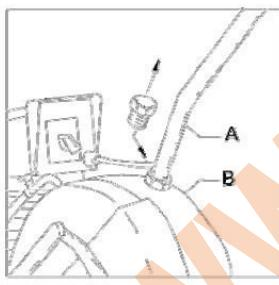

Рис. 4.01
- Снять пластиковую заглушку с режущей головки (рис. 4.01). При необходимости в отверстии можно установить рым-болт M20 DIN 580.
- Установить и зафиксировать рукоятку на режущей головке (рис. 4.01 А).
- Проверить уровень масла для смазки режущей головки, при необходимости долить масло (рис. 4.01, см. стрелку).